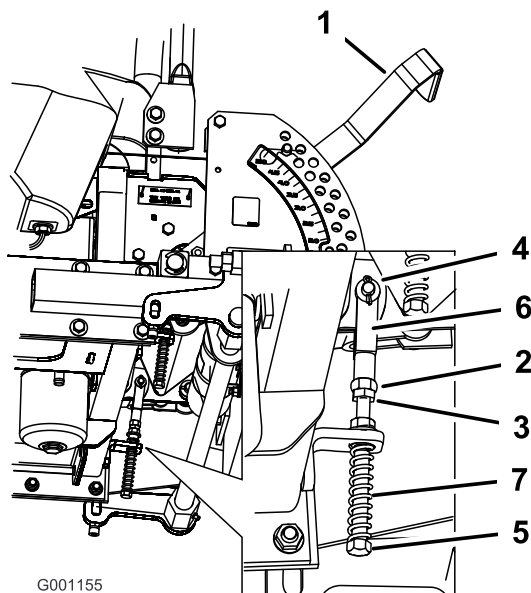

Figura 77
9. Aplique uma pressão ligeira para trás à alavanca de controlo do movimento, rode a cabeça do parafuso de ajuste na direção adequada até a alavanca de controlo estar centrada na posição bloqueada em ponto-morto (Figura 77).
10. Aperte a porca e a porca de segurança (Figura 77).
8. Se for necessário ajuste, solte a porca e a porca de segurança encostada à forquilha (Figura 77).